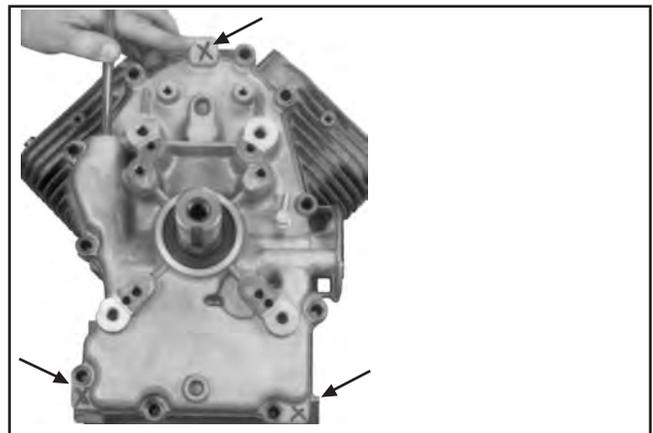

Abbildung 9-67. Position der drei Trennvorsprünge.
2. Die drei Trennvorsprünge, die in den Rand der Verschlussplatte gegossen sind, ermitteln. Das Endstück einer 1/2-Zoll-Brechstange zwischen oberem Trennvorsprung und Kurbelgehäuse einführen. Den Griff horizontal halten und zu sich hin ziehen, um die RTV-Dichtung zu öffnen. Soweit erforderlich, auch auf die unteren Trennvorsprünge hebeln. Siehe Abbildung 9-67 und 9-68. Den Hebel nicht an den Dichtungsflächen ansetzen, da ansonsten Lecks entstehen können. Die Verschlussplatte vorsichtig aus dem Kurbelgehäuse herausnehmen.